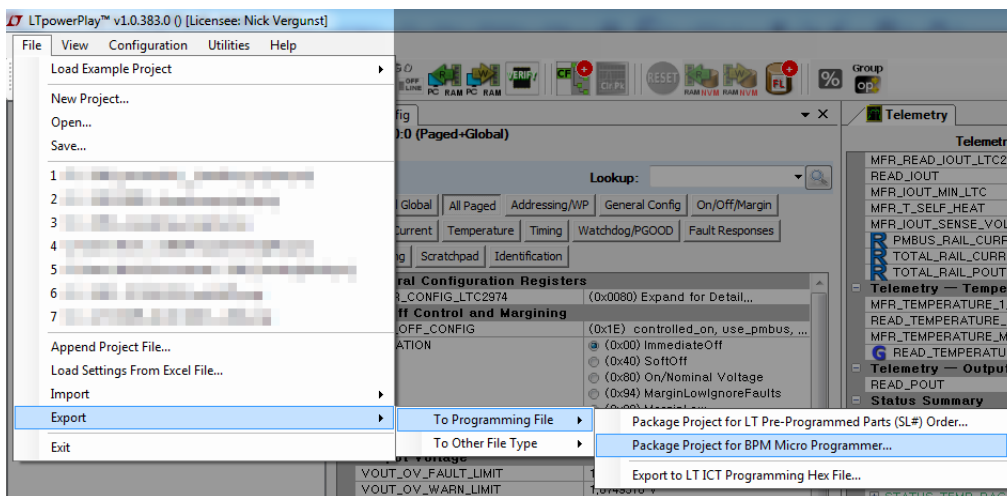

図3. [File]->[Export]->[To Programming File]->[Package Project for BPM Micro Programmer]の順に選択
- メニューから、[File]->[Export]->[To Programming File]->[Package Project for BPM Micro Programmer...]を選択します(図3を参照)。